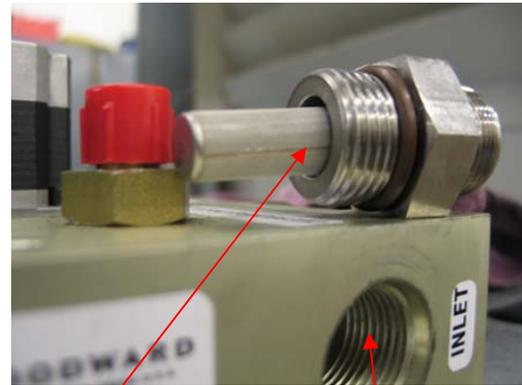

Рисунок 20 Отключающий клапан
- Отключающие клапана верхний и нижний (рис.20) нормально открытые электромагнитные отсечные клапана открыты в продолжении работы ГТЭА и отключает подачу топлива в случае тревоги или получения команды на остановку